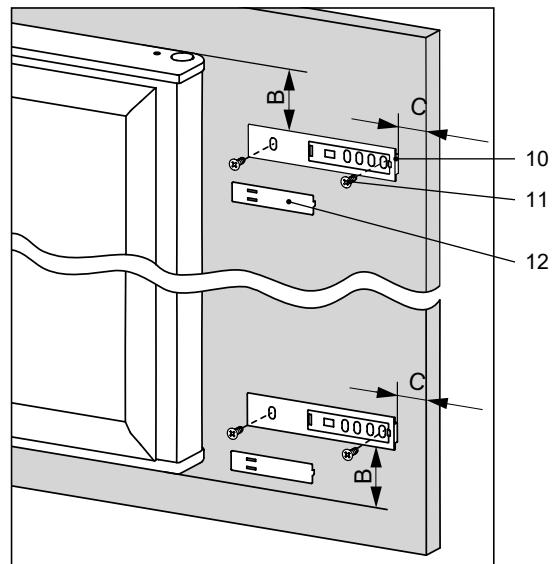

Figura 11
- deschideți ușa superioară a dulapului de mobilier și, în conformitate cu figura 11, ataşați la aceasta două ghidaje 10 cu șuruburi 11, păstrând dimensiunile B și C. Dimensiunea B trebuie să fie egală cu 50 mm, dimensiunea C – grosimea peretelui dulapului mobilă plus 20 mm;